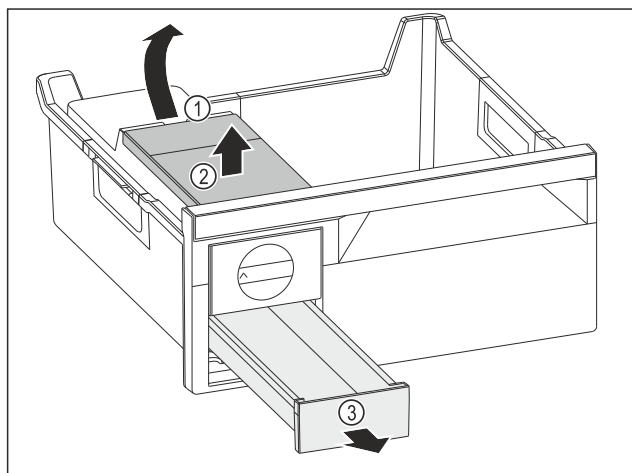

Fig. 85
- Estrarre il serbatoio dell'acqua: Sollevare il serbatoio dell'acqua nel vano Fig. 85 (1).
- Estrarre il serbatoio dell'acqua Fig. 85 (2) verso l'alto.
- Estrarre il cassetto del ghiaccio Fig. 85 (3) in avanti.